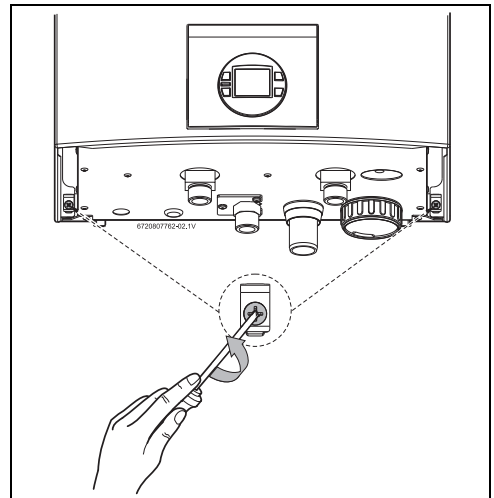

Fig. 23 Viti per lo sgancio del mantello
- ▶ Svitare le due viti presenti nella parte posteriore dell'apparecchio (Fig. 23 ) per poter rimuovere il mantello.
- ▶ Rimuovere il pannello frontale dell'apparecchio (Fig. 23 e 24).